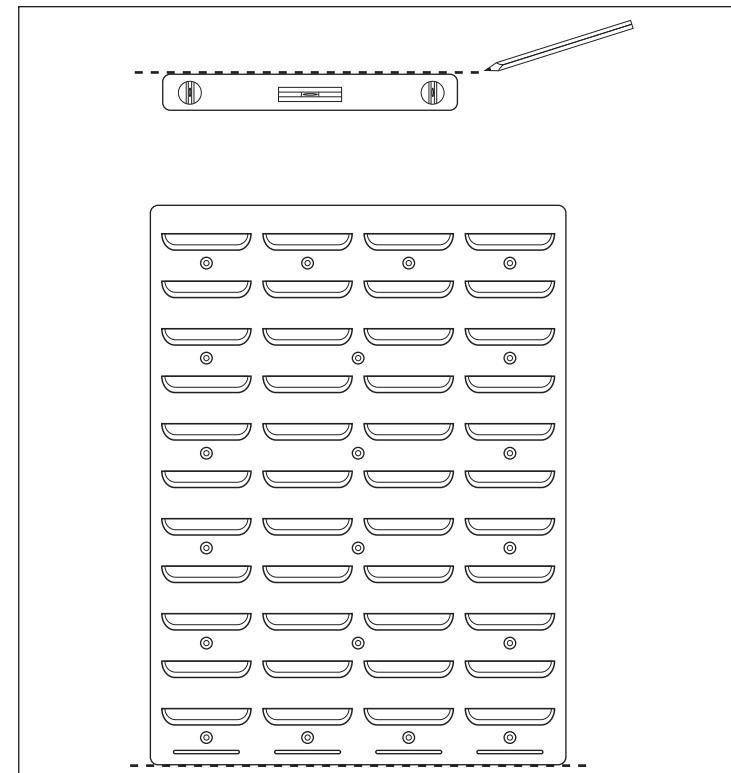

Abb. 1
- Zeichnen Sie eine gerade Linie an die Wand, um die Wandpaneele daran auszurichten (siehe Abb. 1).